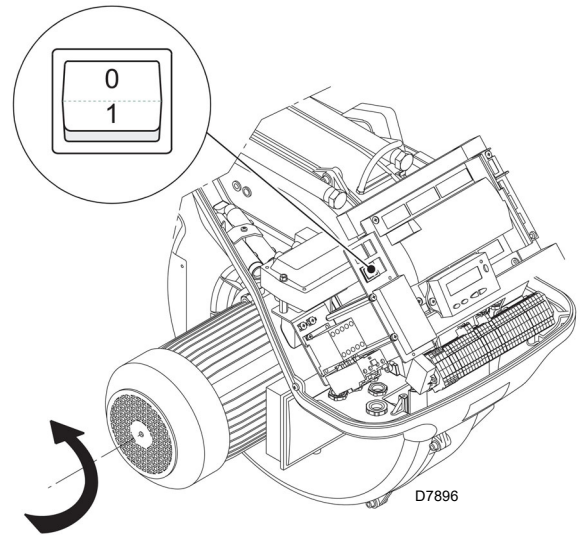

图 28
闭合温控器 / 压力开关，旋转开关图 28 至位置“1”。
燃烧器一旦启动，应到风机马达的冷却风扇前方检查确认其旋转方向为逆时针。见图 28。
- 将开关图 28 置于位置“0”，并等待控制盒执行停机程序；
燃烧器处于热需求等待模式，或选择器“0-1”（图 28 页 34）在位置“0”。
使用选择器“0-1”(图 28 页 34) 燃烧器不会立即停机，但停机阶段已被激活。